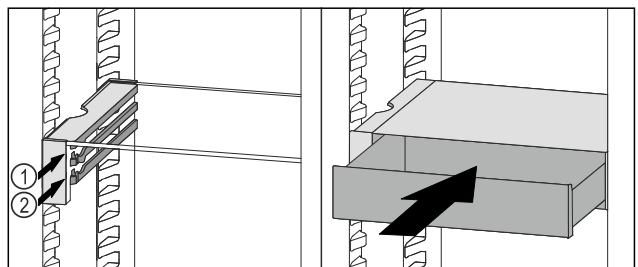

Fig. 85
- VarioSafe-Schubfach hinter den Stoppern auf gewünschter Rippe Fig. 85 (1) oder Fig. 85 (2) aufsetzen.